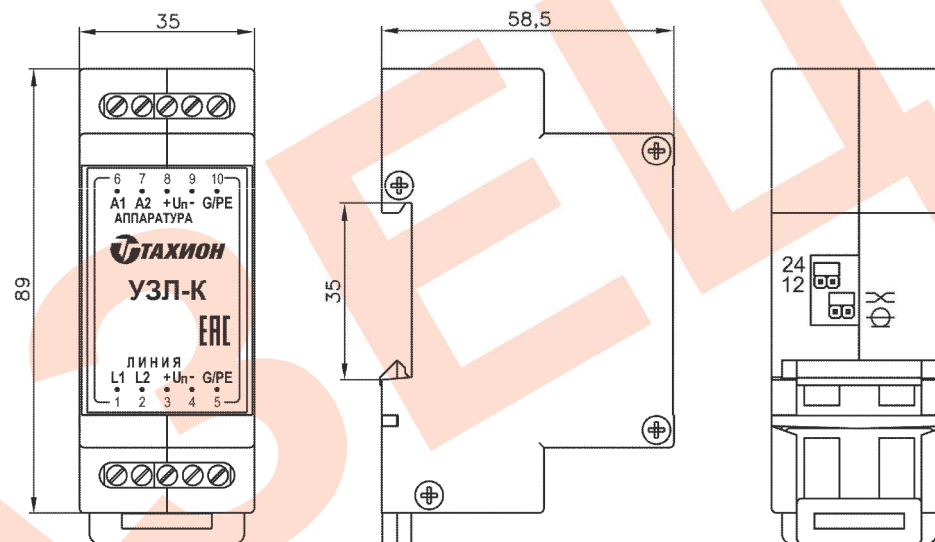

Рис.1 Габаритные и установочные размеры
19. Габаритные размеры ..... см. рис.1